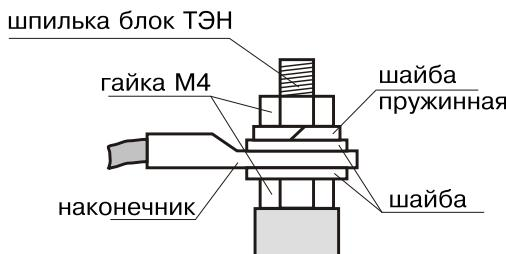

Рис.5 Присоединение проводов к выводам блок-ТЭН
- 6.4. При замене блок-ТЭН присоединение фазных проводов к выводам блок-ТЭН производить согласно Рис.5. Сечение кабеля указано в таблице 1.
- Защитный нулевой провод (PE) подключить на болт «ЗАЗЕМЛЕНИЕ» (16)